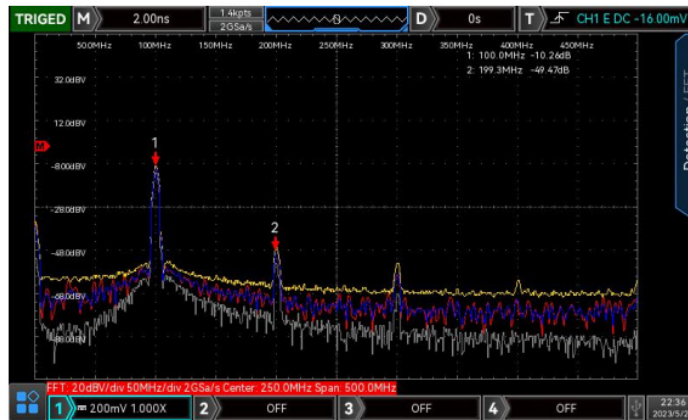

Рис. 15-2. Независимое окно FFT — наблюдение спектра сигнала
- c) Независимый экран (Independent Screen): Отображает только спектр FFT без сигнала во временной области, для более чёткого анализа частотных компонентов (см. рисунок 15-2).